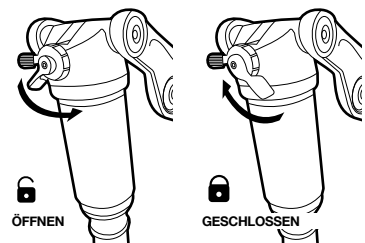

Abb. 21. Offene und geschlossene Stellung am Dämpfer
2. Wenn das Vorhängeschloss offen ist, bedeutet dies, dass an Ihrem Dämpfer der Lockout nicht aktiv ist (siehe Abb. 21).
3. Wenn das Vorhängeschloss geschlossen ist, bedeutet dies, dass an Ihrem Dämpfer der Lockout aktiv ist (siehe Abb. 21).
4. Um von einer Stellung zur anderen zu wechseln, müssen Sie nur den blauen Hebel mit Ihrem Finger umlegen, wie in Abb. 21 mit den Pfeilen dargestellt.